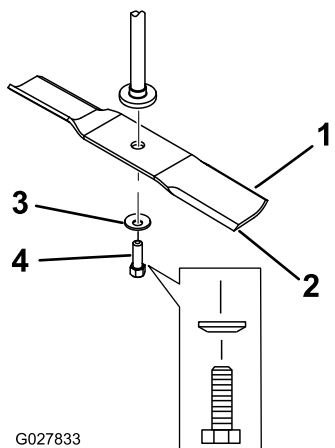

Figure 47
- Enlevez de l'axe, le boulon, la rondelle bombée et la lame (Figure 47).
1. Placez la lame sur l'axe (Figure 47).
2. Montez la rondelle bombée (face concave vers la lame) et le boulon de lame (Figure 47).